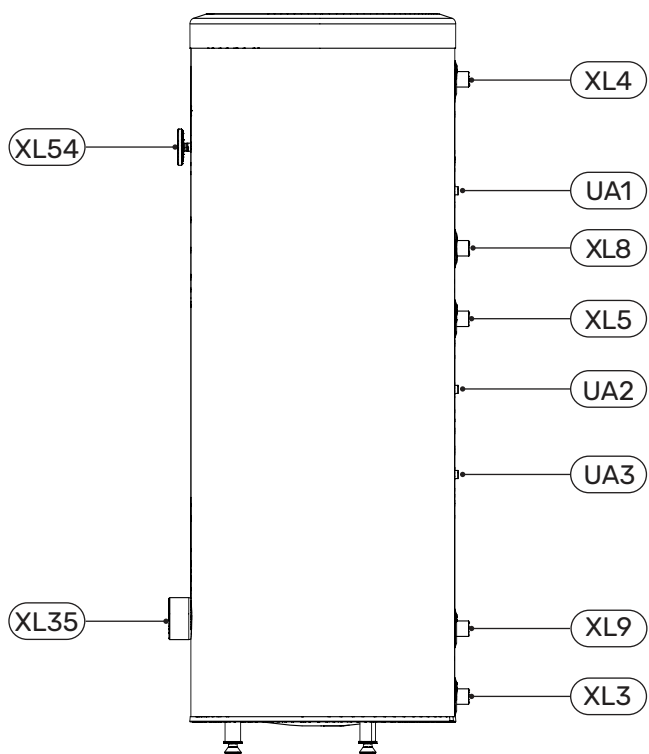

Fig. 6 Zijaanzicht van de BA-ST 3015 - 1F boiler.
Om het fenomeen van water dat uit het veiligheidsventiel stroomt als gevolg van thermische uitzetting van de vloeistof te minimaliseren, wordt aanbevolen om een geschikt expansievat op de koudwateraansluiting te installeren (Fig. 6 item 9).